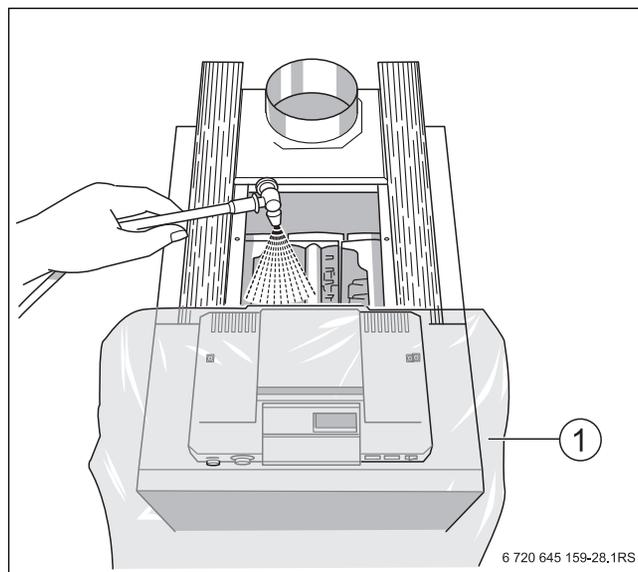

Рис. 52 Влажная чистка котла
- ▶ Равномерно распылите чистящее средство сверху в газоотводящих каналах (→ рис. 52).